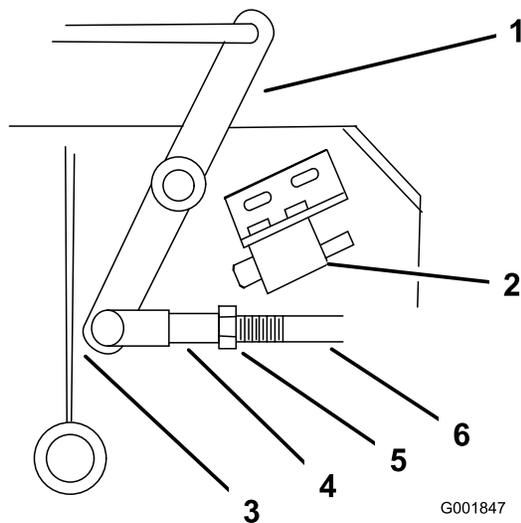

Figura 11
4. Regolate la lunghezza del tirante fino al punto in cui l'estremità inferiore della leva a squadra è separata dal tassello di supporto dell'asse (Figura 11).
9. Allentate il dado contro la forcella (Figura 11).